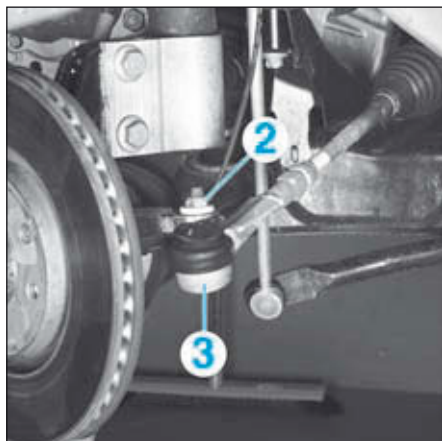

FIG.9
- De chaque côté (Fig.9) :
- Déposer l'écrou (2) de rotule de direction.
- Désolidariser la rotule de direction (3) du pivot.